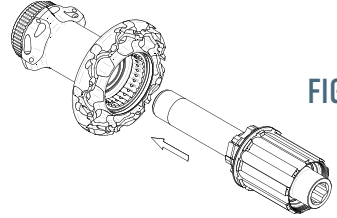

FIG. 5
- Terminata la manutenzione, infilate il corpo ruota libera con il relativo distanziale (Z) nel perno (Fig. 5).